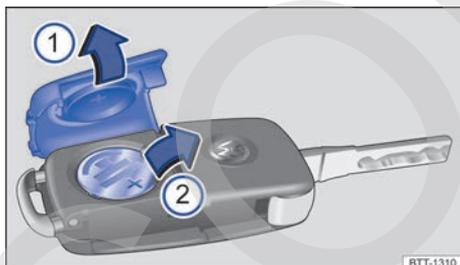

Fig. 16 Llave del vehículo: cambiar la pila de botón.
Leyenda de la fig. 16:
- Desprenda la tapa de la parte posterior de la llave haciendo palanca con un objeto apropiado, p. ej., una moneda → fig. 16 ① en el sentido de la flecha → ①.
- Extraiga la pila de su compartimento haciendo palanca con un objeto fino adecuado ②.
- Coloque una pila de botón nueva en el compartimento y presiónela en el sentido contrario al de la flecha ② → ①.
- Coloque la tapa y presiónela sobre la carcasa de la llave en el sentido contrario al de la flecha ① hasta que encaje.